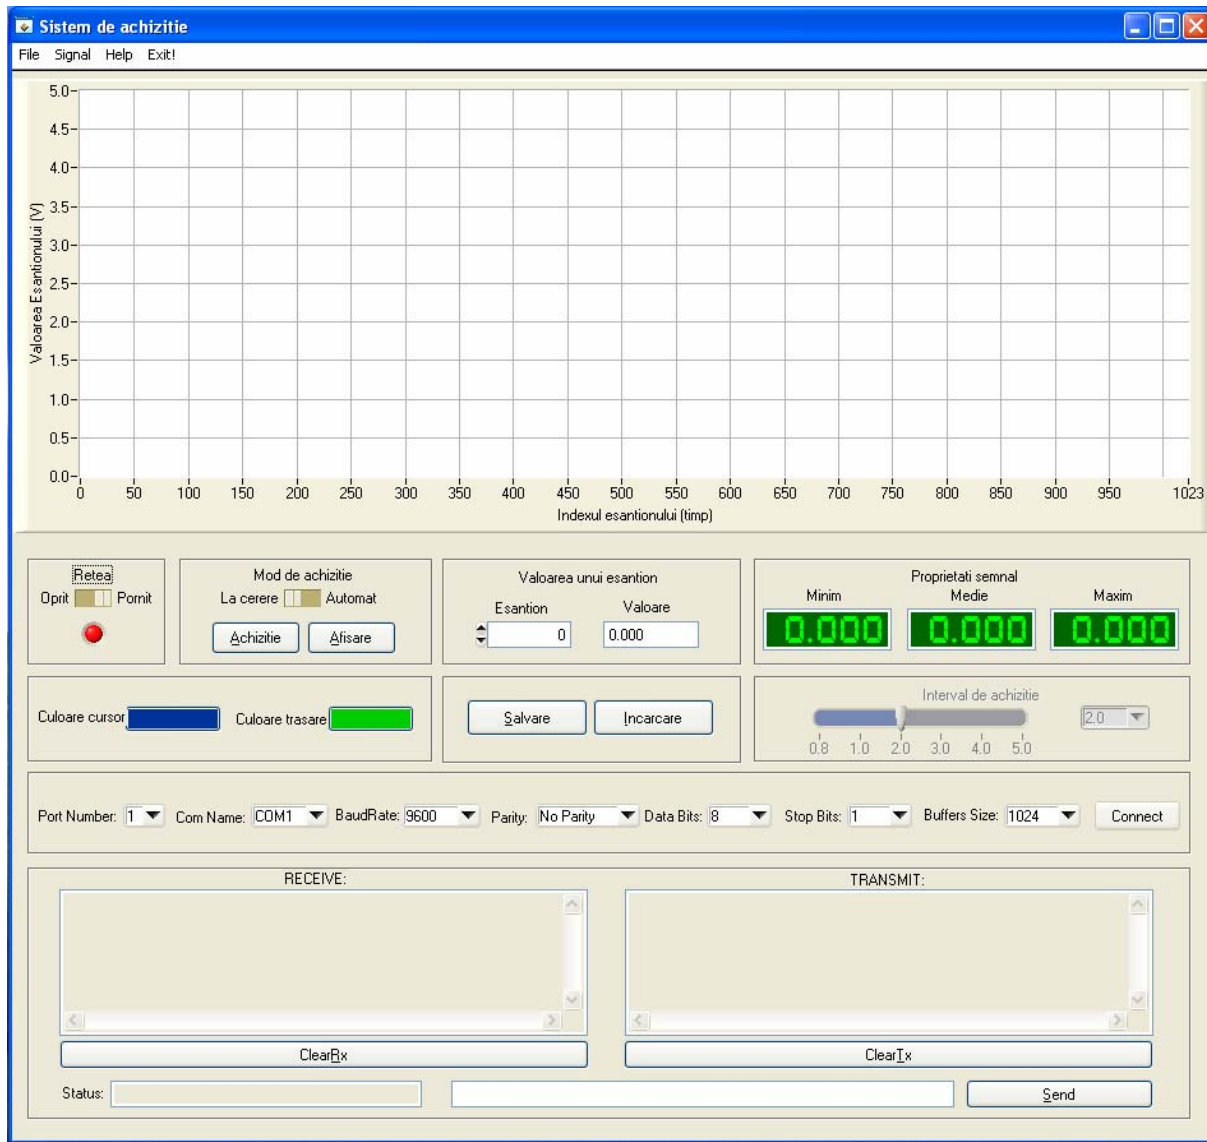

Figura 6.6
1. La proiectul realizat în lucrările de laborator precedente, adăugați controalele prezentate în figura 6.6 (șase controale de tip ring, un buton de tip toggle, trei butoane de comandă, o căsuță de introdus text și două text box-uri).